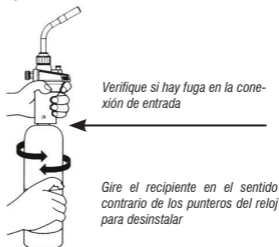

Figura 4 - Instalación MAPP
en el sentido de los punteros del reloj (Figura 4).
1. Después que el recipiente de gas estuviera fijado al soplete, verifique si no hay fuga en la conexión de entrada (Figura 4).
2. Verifique si hay fuga aplicando solución de detector de fuga o agua con jabón en la conexión de entrada (4).
4. Si la fuga todavía ocurrir, el problema puede estar en la conexión de la entrada (4) del soplete.
1. Suelte el gatillo (3) para apagar la llama.
2. En un área bien ventilada, lejos de cualquier llama o fuente de ignición, desinstale el recipiente de combustible girándolo en el sentido contrario de los punteros del reloj (consulte la Figura 4).
3. Apriete el gatillo (3) para expeler el gas restante de dentro del soplete. El soplete puede encender y quemar el gas restante del interior por algunos instantes.
4. Cierre la válvula de ajuste de la llama (5) girando el botón en el sentido de los punteros del reloj hasta parar. No fuerce.
6. Posicione el botón de traba y destraba del gatillo (9) en la posición  (consulte el tópico “7.4 FUNCIÓN DE LA TRABA DE SEGURIDAD DEL GATILLO”).